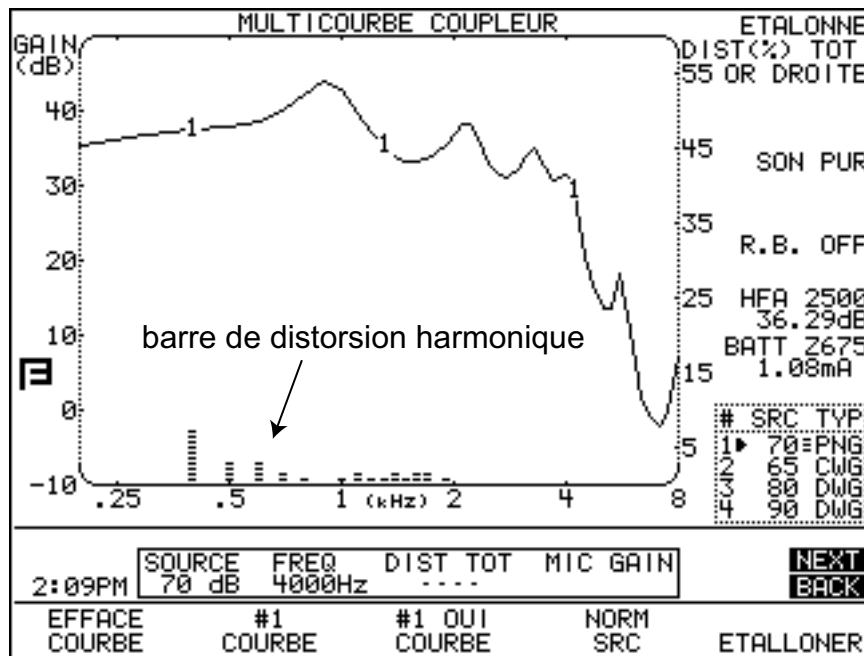

Figure 3.2.4—Mesure de distorsion harmonique
10. Regardez les barres au bas du graphique. La graduation de ces barres se trouve à droite du graphique. C'est la quantité de distorsion harmonique mesurée avec le balayage de son pur. Voir la figure 3.2.4.